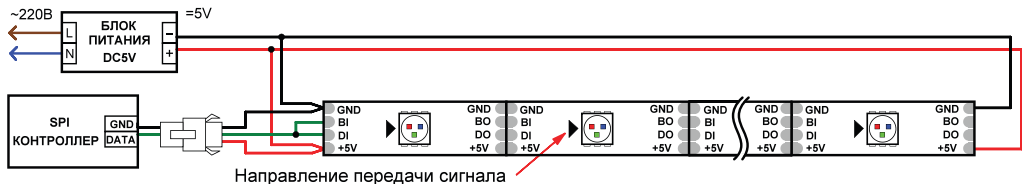

Рис.1. Схема подключения одной светодиодной ленты «Бегущий огонь».
- Подключите ленту в соответствии с выбранной схемой (Рис.1 или Рис.2), соблюдая полярность и маркировку проводов. При подключении лент и соединении отрезков учитывайте направление передачи цифрового сигнала, указанное стрелкой на ленте. Вход сигнала управления имеет обозначение «DI», выход - «DO». Для подключения используйте коннекторы из комплекта поставки. Руководствуйтесь маркировкой, нанесенной на ленту (см. таблицу), маркировкой на контроллере и информацией, приведенной на Рис.3
- Подключите ленту согласно используемой схеме (Рис.1 или Рис.2), соблюдая полярность.